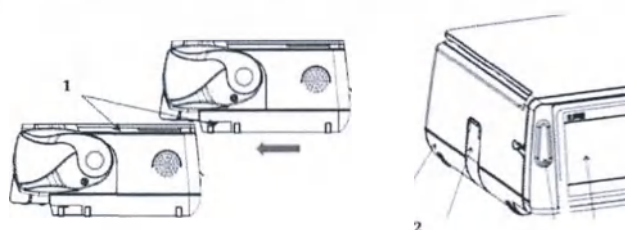

Рис. 10. Объединение насосов в один блок.
2. Объедините насосы в один блок с помощью направляющих (1), как показано на рис. 10 и с помощью кнопки фиксации (2) закрепите их друг с другом.